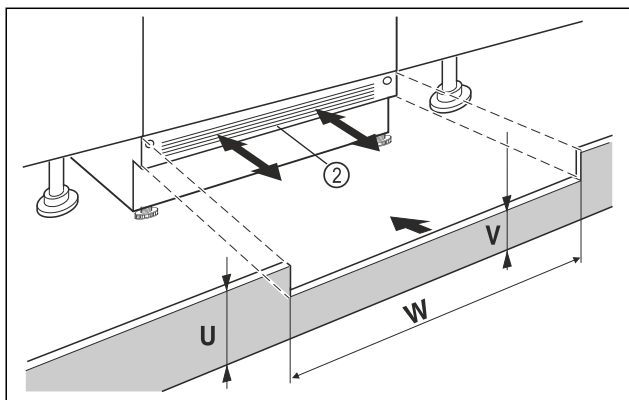

Fig. 96 Przykładowa prezentacja
- ▶ Założyć listwę maskującą cokoł urządzenia Fig. 96 (2), ale jeszcze nie mocować.
- ▶ Przy widocznej listwie maskującej cokoł Fig. 96 (2) pociągnąć ją przodu, tak by przednia krawędź kratki wentylacyjnej oraz listwy maskującej cokoł tworzyły jedną płaszczyznę.
- ▶ Przy zakrytej listwie maskującej cokoł Fig. 96 (2), przesunąć listwę całkowicie do tyłu.
- ▶ Zwrócić uwagę na to, by kratki wentylacyjne były odśrodkowane: W razie potrzeby wysokość listwy maskującej cokoł Fig. 96 (U) można dopasować!
- ▶ Na całej szerokości wnęki Fig. 96 (W) należy dopasować wysokość podstawy Fig. 96 (V) pod listwą maskującą cokoł urządzenia Fig. 96 (2).